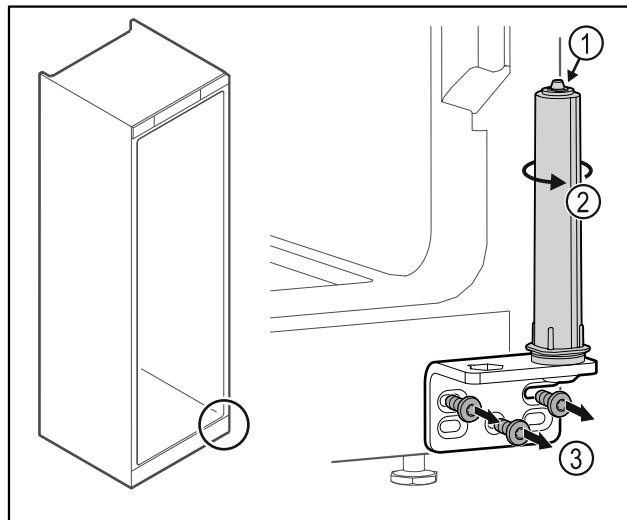

Fig. 32
- ▶ Dørlukkesystemet må ikke tas fra hverandre Fig. 32 (1).
- ▶ Drei på lukkesystemet Fig. 32 (2) til det sier klikk.
- ▶ Skru av hengselvinkelen Fig. 32 (3).